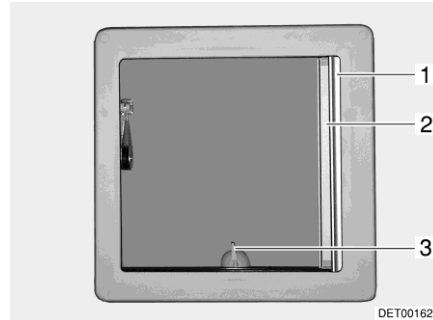
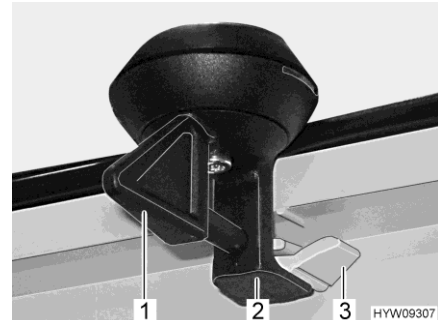

Bild 73 Kipp-Dachhaube
Bild 74 Verriegelung (Kipp-Dachhaube)
- Den Hebel (Bild 73,3 bzw. Bild 74,1) eine viertel Umdrehung drehen.
- Den Hebel eine viertel Umdrehung drehen. Die Verriegelung (Bild 74,2) muss in die untere Raste (Bild 74,3) gleiten.
- Faltverdunklung (Bild 73,1) ausziehen und an gewünschter Position loslassen. Die Faltverdunklung bleibt in dieser Position stehen.
- Insektenschutzrollo (Bild 73,2) ausziehen, bis es an der Verriegelung an der gegenüberliegenden Seite einrastet.